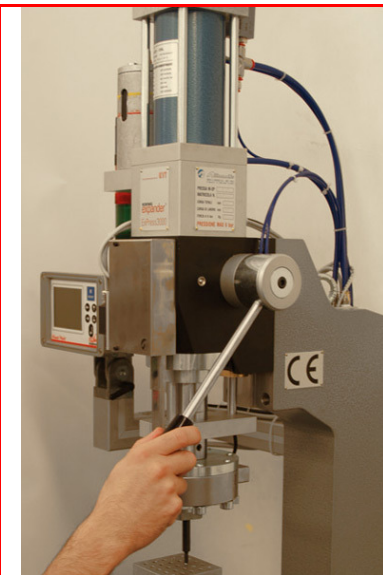

Abb. 2
- Öl des in der Tabelle angezeigten Typs in die nun freie Öffnung geben und auf die auf dem Tank angegebenen Füllstandsgrenzen achten (Abb. 2)